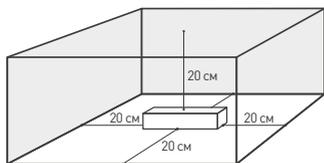

Рис. 2. Свободное пространство вокруг источника
- температура окружающего воздуха от  $-40$  до  $+60$  °С, см. график зависимости максимально допустимой нагрузки на источник питания от температуры окружающей среды на рис. 2;